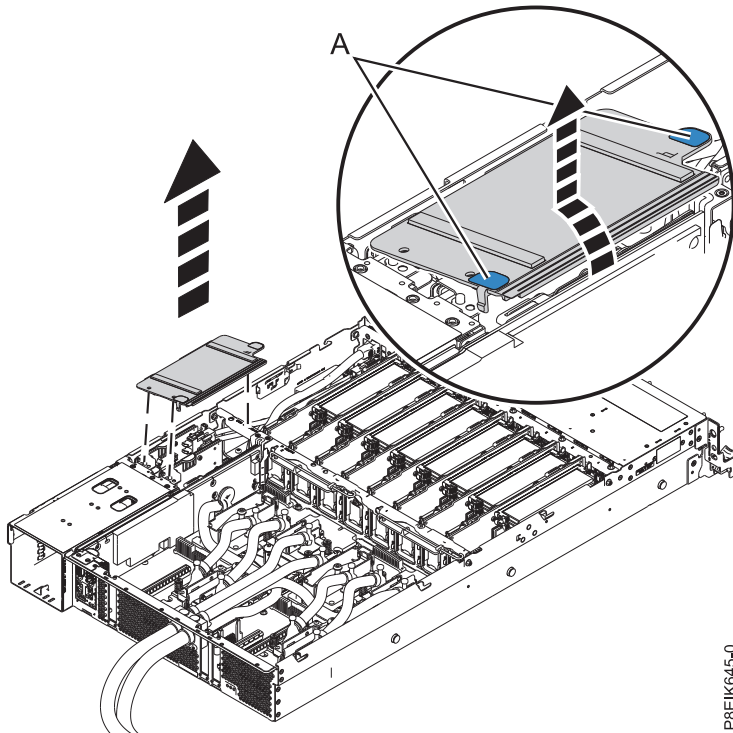

Figura 115. Extracción del deflector de aire de la tarjeta de expansión de alimentación
2. Extraiga el deflector de aire de la tarjeta de expansión de alimentación. Utilizando las pestañas azules (A), libere el deflector y levántelo del sistema. Consulte la Figura 115 en la página 100.